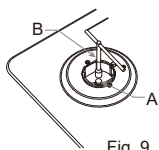

Fig. 9
2. Retirez les composants du brûleur « B » et les supports de la casserole (Fig. 9).
3. Retirer les injecteurs « A » (Fig. 9) à l'aide d'une clé à douille et les remplacer par les injecteurs correspondants.